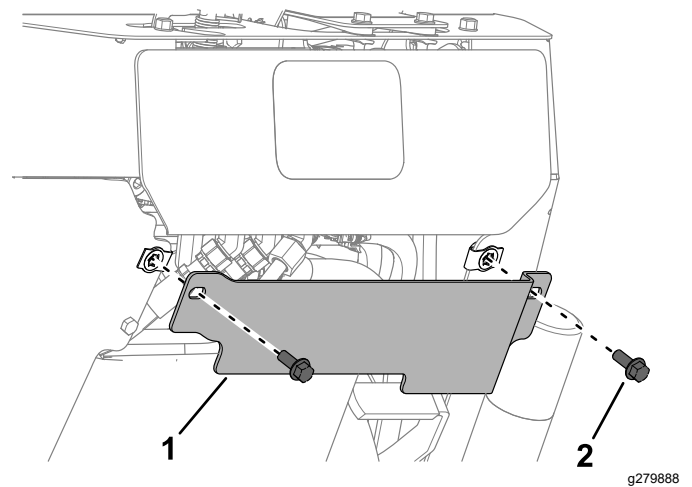

Figura 10
1. Retire el protector trasero (Figura 10).